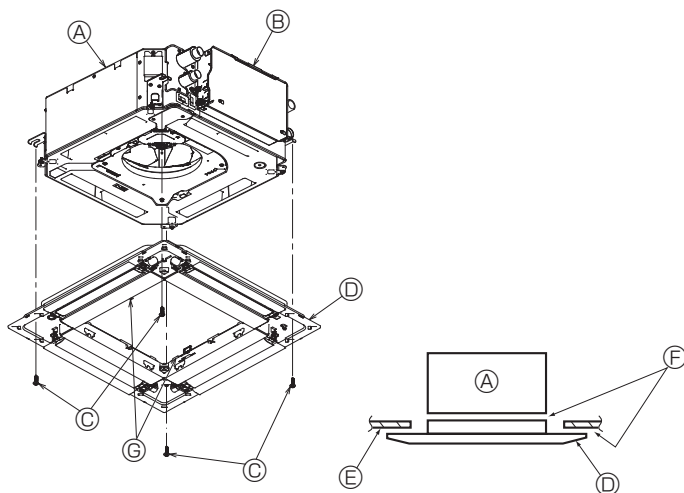

Fig. 6-7
- Sujete la rejilla apretando los cuatro tornillos. (Fig. 6-7)